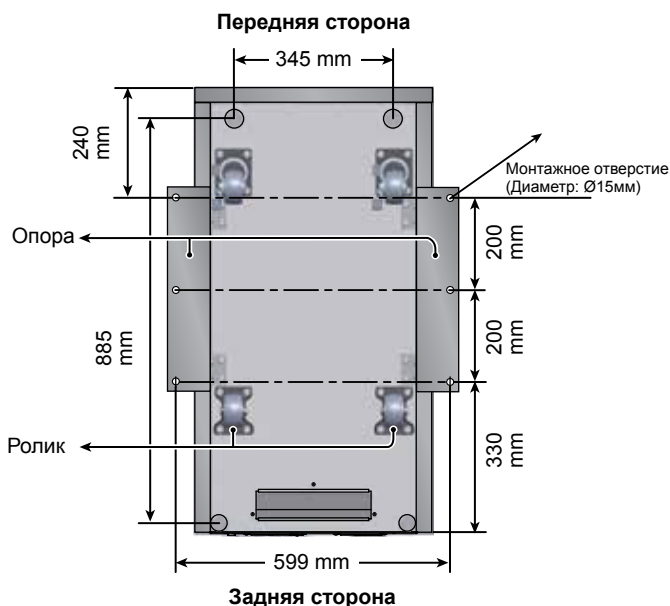

Рис. 5-3. Расположение монтажных отверстий
- 2 Перед установкой ознакомьтесь со схемой расположения монтажных отверстий на **рис. 5-3**.